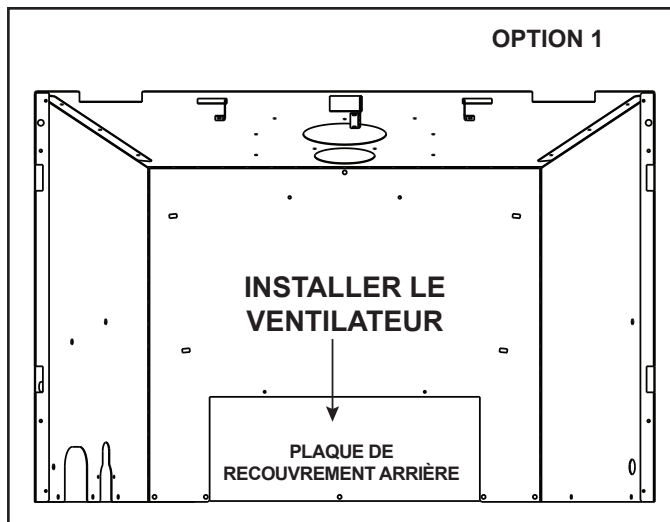

Figure 6.3 Couvercle retiré (Option 1)
- Retirez les cinq vis de la plaque de recouvrement arrière. Voir la figure 6.3.